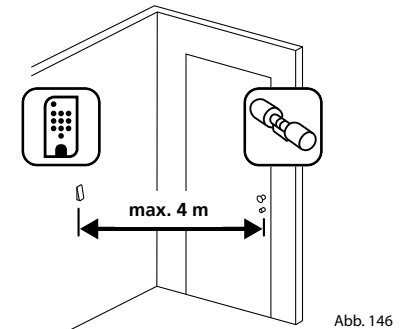

Abb. 146
- ① Halten Sie die Tastatur an den gewünschten Montageort (Abb. 146).